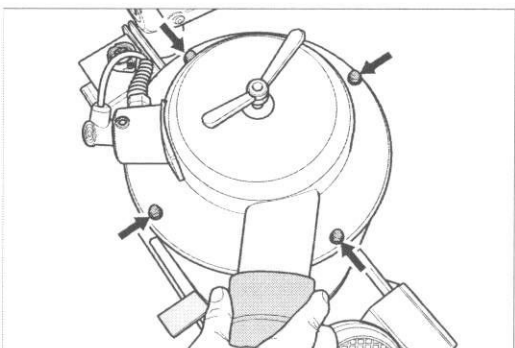
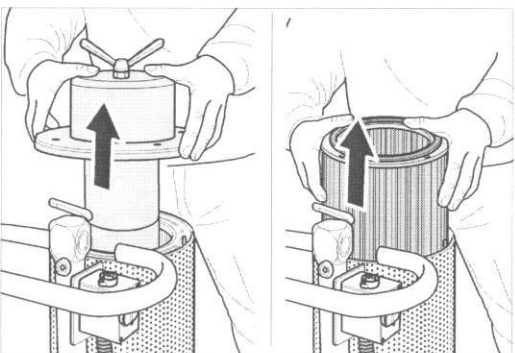

Fig. 27 Retirez ensuite les quatre écrous-chapeaux sur le couvercle du séparateur de poussière.
Fig. 28 Retirez le recouvrement et la garniture filtrante.
- 6 Retirez les quatre écrous-chapeaux sur le couvercle du séparateur de poussière (fig. 27) et soulevez le recouvrement supérieur du boîtier du filtre vers le haut. Veillez à ne rien tordre (fig. 28).
- 7 Dégagez la garniture filtrante du boîtier du filtre (fig. 28): Nettoyez le filtre ou utilisez une nouvelle garniture filtrante pour le remontage. Servez-vous uniquement des cartouches filtrantes d'origine LÄGLER (N° d'art. au point 11, Pièces de rechange).